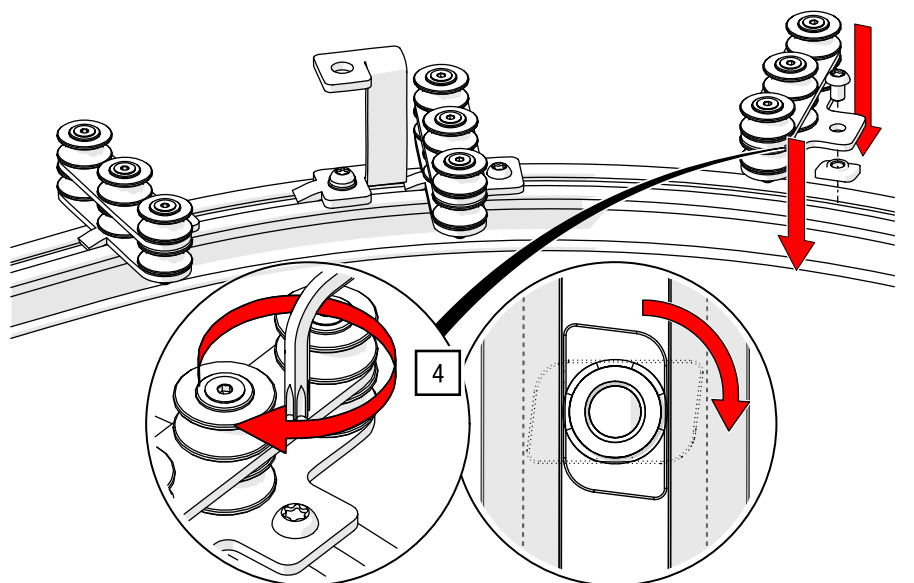

Abb. 107: Doppelt obenliegende Seilführung – Seilführung für Kurve montieren
- Positionieren Sie in den Kurven je eine der mitgelieferten Seilführungen nahe der Abhängung, verteilen Sie den Rest an der Schienenbiegung (Doppelrolle gegenüber Seilklemmung am Zugwagen) und ziehen Sie die Schraube mit einem TORX®-Schlüssel T40 und 27 Nm an (siehe Abb. 107).